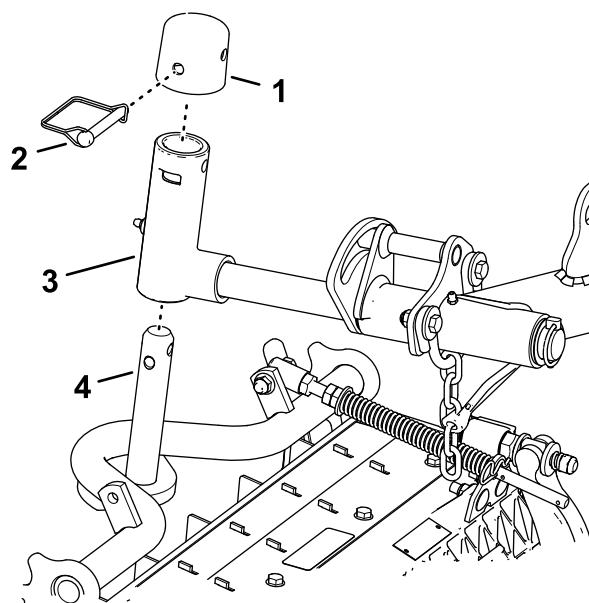

Figure 16
1. Glissez une unité de coupe sous le bras de levage (Figure 16).